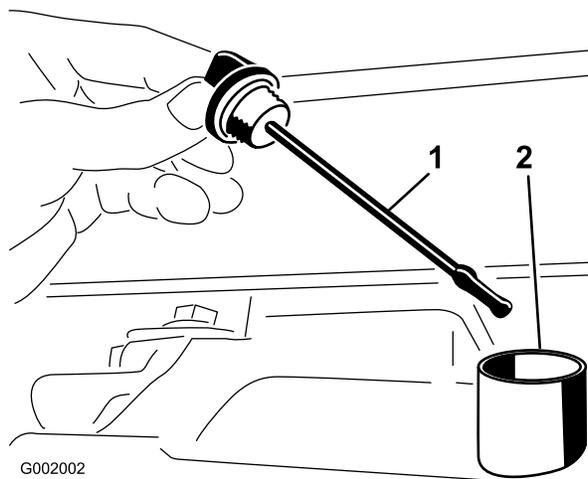

Figura 37
2. Togliete l'asta di livello dal transaxle ed asciugatela con un panno pulito (Figura 37).